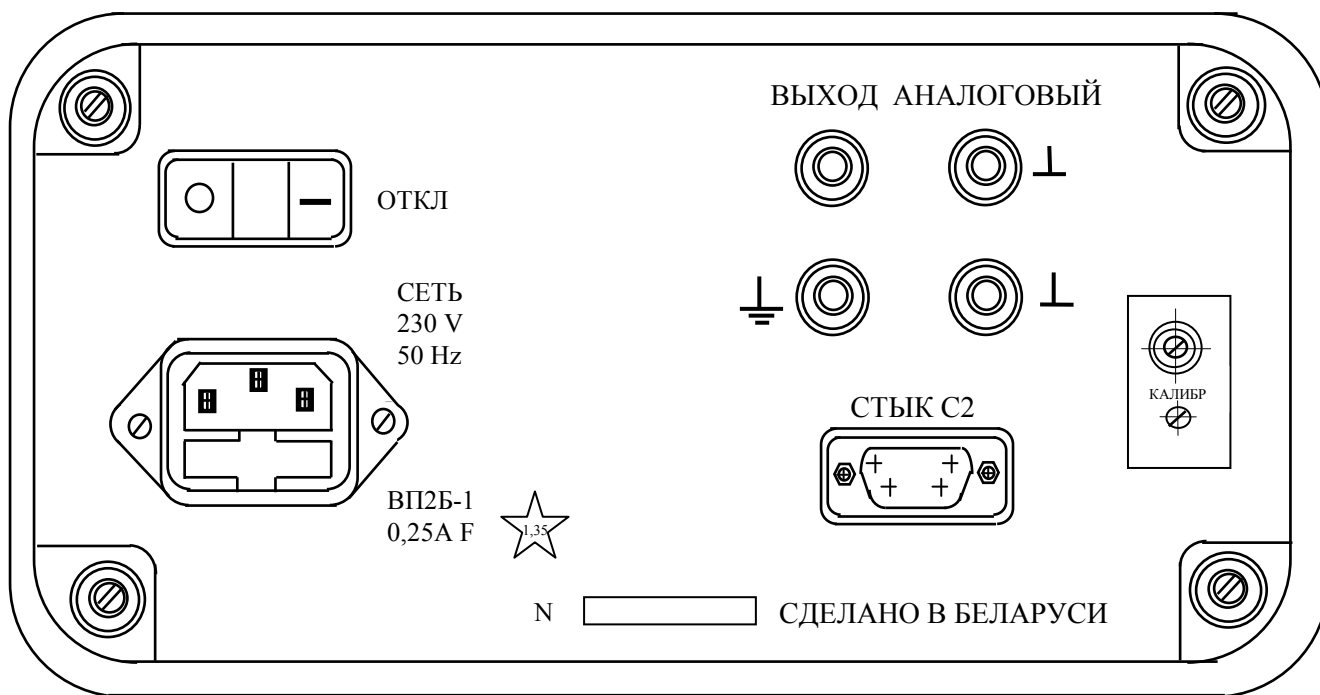

Рисунок 2.3 – Схема расположения органов управления и подключения на задней панели пикоамперметра А2-4
2.3.2 На задней панели пикоамперметра (рисунок 2.3) расположены органы управления и подключения, маркировка которых указана в таблице 2.2.